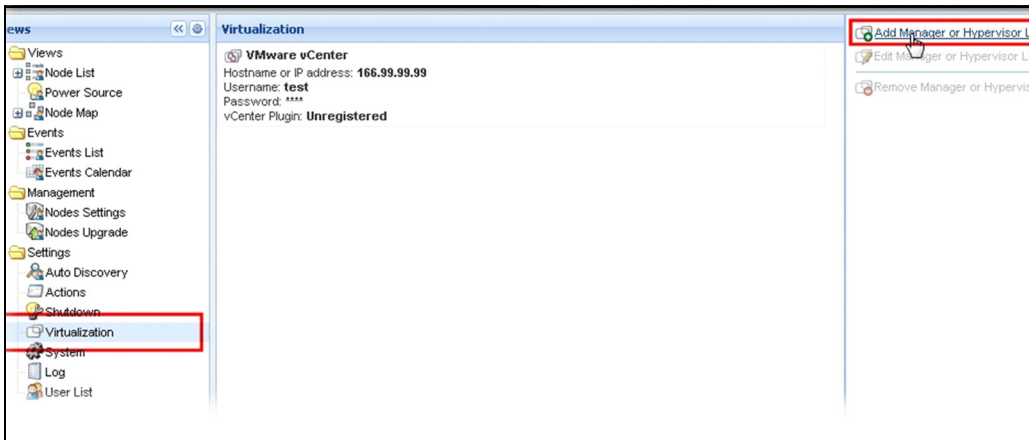

Abbildung 69. Ansicht des Virtualisierungsmoduls
- 3 Wählen Sie auf der rechten Seite „Add Manager or Hypervisor List“ (Manager- oder Hypervisor-Liste hinzufügen) aus (siehe Abbildung 69).